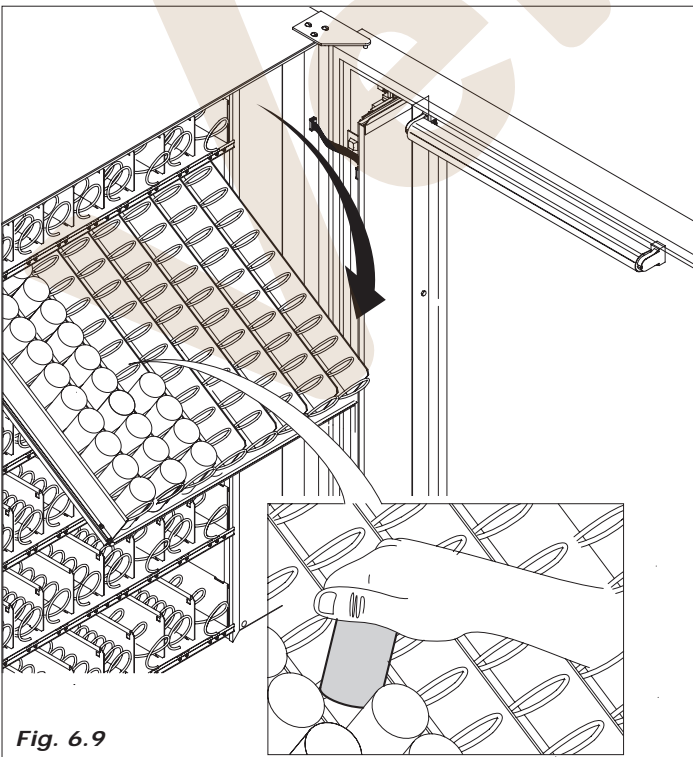

Fig. 6.9
- para efectuar la carga de los productos es necesario retirar cada cajón tirándolo hacia el exterior hasta encontrar el punto de bloqueo. Los primeros tres cajones, partiendo desde arriba, se inclinarán hacia abajo para facilitar la carga. (Fig. 6.9).